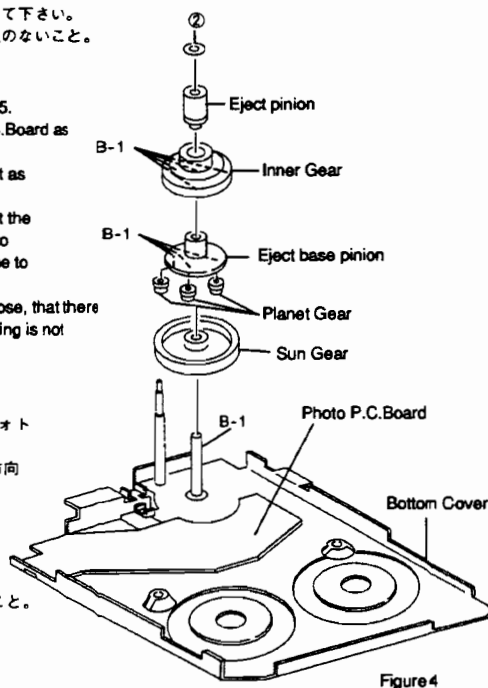

Figure 4
- (1) Remove M1.2 lock washer ② as shown in Figure 4.
- (2) Pull the eject pinion out of the inner gear and remove the inner gear, eject base pinion and sun gear as shown in Figure 4.
- (3) Turn the eject base pinion, remove the three planet gear as shown in Figure 4.
② Take care to avoid damage by piercing and tearing.
③ Do not forget insertion of planet gears. Check number of the gears also.
- (1) ロックワッシャー② (M1.2) を外します。(図4参照)
- (2) イジェクトピニオンをインナーギアより引き抜き、インナーギア/イジェクトベースピニオン/サンギアの順に外します。(図4参照)
- (3) イジェクトベースピニオンを裏返しにしてプラネットギア (3個) を外します。(図4参照)